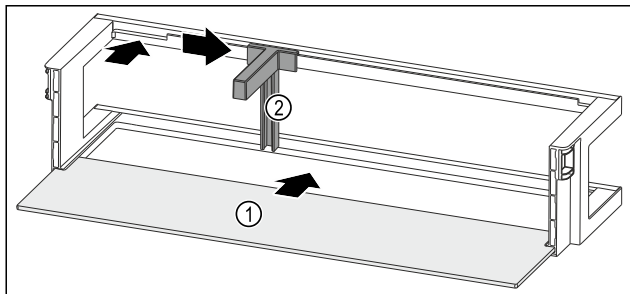

Fig. 135 Dveřní přihrádka s odkládací plochou
- ▶ Odkládací plochu Fig. 135 (1) zasuněte do bočních vybrání.
- ▶ Držák lahví Fig. 135 (2) vložte do vybrání.
- ▶ Držák lahví Fig. 135 (2) posuňte na stranu do požadované polohy.